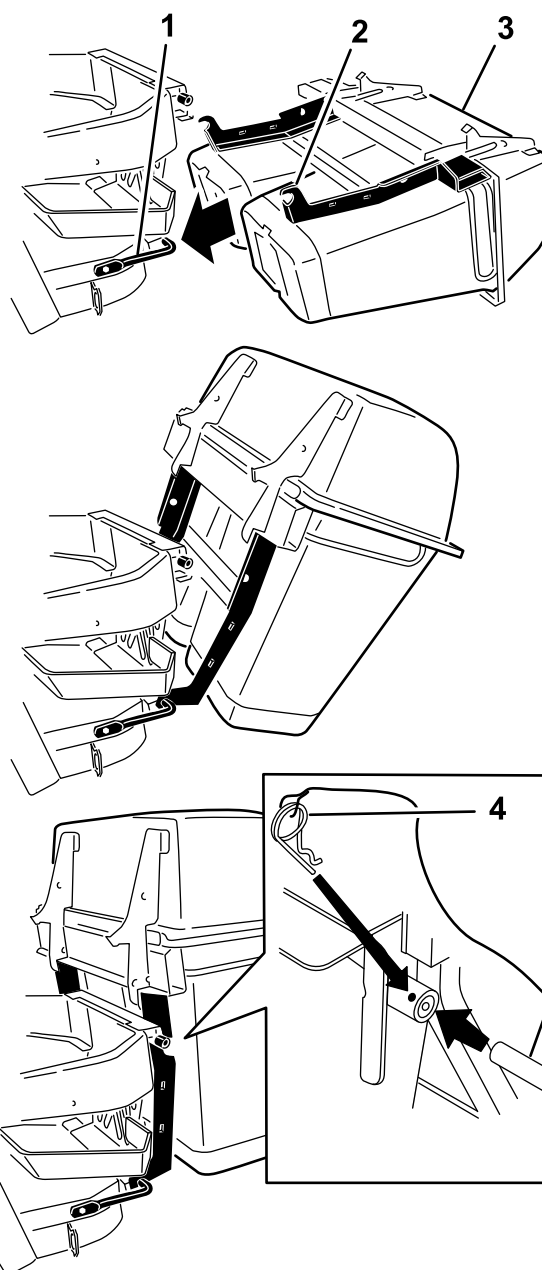

Figura 7
5. Instale el pasador en cada lado, sujetándolo con la chaveta (Figura 7).
- Deslice los ganchos sobre el soporte de montaje inferior (Figura 7).
- Gire el conjunto del capó hacia arriba sobre el soporte de montaje inferior del ensacador (Figura 7).
- Alinee el taladro del ensacador con el soporte de montaje superior (Figura 7).